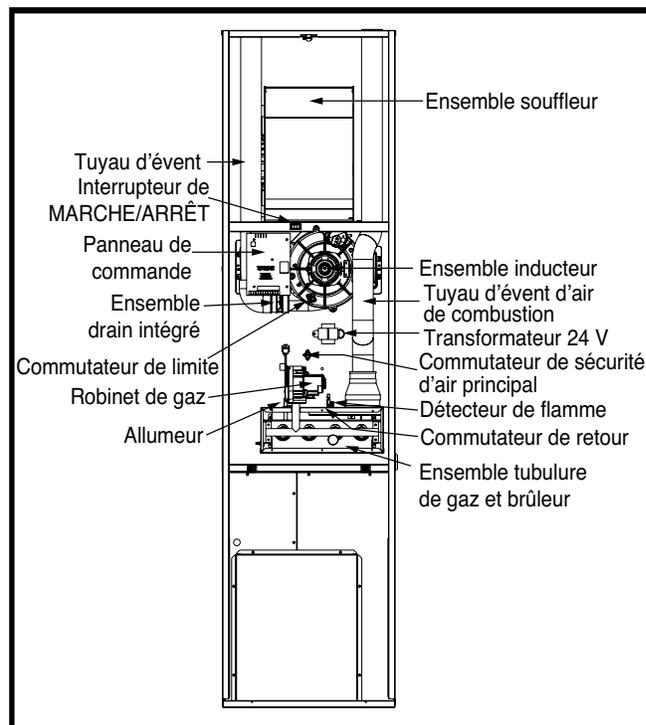

Figure 25. Composants de la fournaise
Si l'orifice doit être remplacé, suivez les étapes 1 à 12. Consultez la Figure 25 pour l'emplacement des composants.
- Si le souffleur d'inducteur fonctionne et que les éléments ci-dessus ont été vérifiés, vérifiez le commutateur de sécurité du souffleur et le réenclencher au besoin. Consultez la Figure 25 pour l'emplacement des composants.
Les descriptions ci-dessous sont celles de différents composants fonctionnels qui ont une incidence sur le fonctionnement et l'arrêt de cette fournaise. Certains de ces composants et leurs emplacements sont montrés dans la Figure 25. S'il faut remplacer l'un des composants de la fournaise, utilisez uniquement des pièces de remplacement homologuées par le fabricant, indiquées dans la liste de pièces de remplacement fournie en ligne.